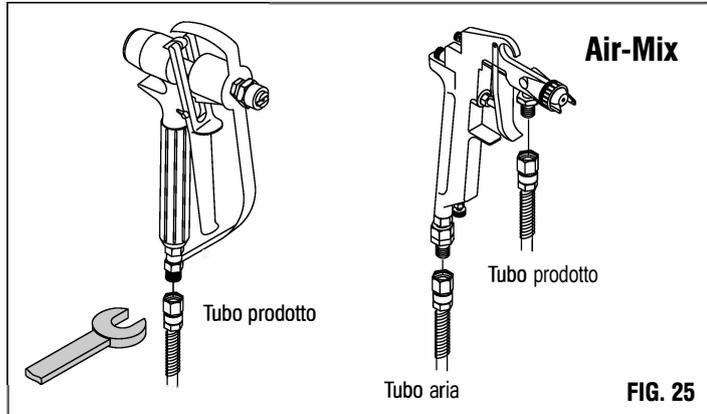

FIG. 25
**-Collegamento pistola (Fig.25)**